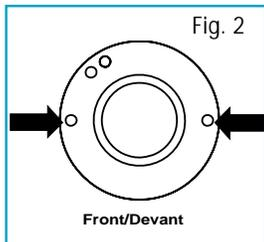

Fig. 2
- 3) With mounting bolts in place, position toilet over closet flange (Fig. 2).
- 3) Une fois les boulons de fixation en place, aligner cabinet sur la bride de sol (voir fig. 2).